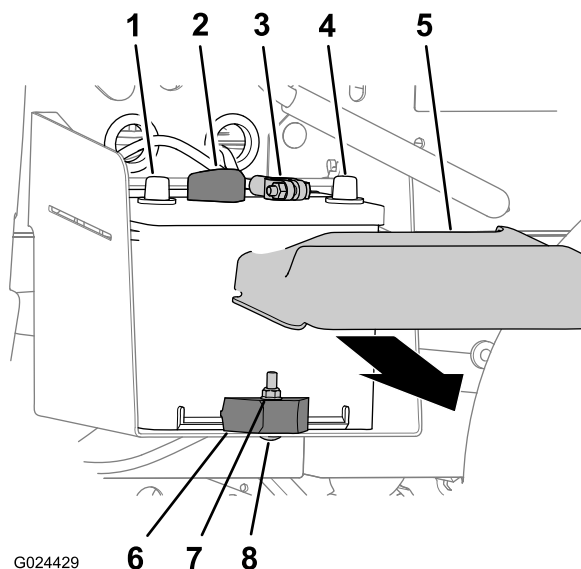

Рисунок 48
1. Сожмите стороны крышки аккумулятора и снимите крышку с его верхней части (Рисунок 48).
- Отсоедините отрицательный (черный) кабель от клеммы аккумуляторной батареи (Рисунок 48).
- Отсоедините положительный (красный) кабель от клеммы аккумуляторной батареи (Рисунок 48).
- Отверните контргайку, снимите каретный болт и зажим крепления аккумуляторной батареи к поддону (Рисунок 48).
- Извлеките аккумулятор из лотка (Рисунок 48).
- Выровняйте аккумулятор относительно его лотка в машине (Рисунок 48).
**Примечание:** Убедитесь, что положительный и отрицательный штыри аккумулятора выровнены, как показано на Рисунок 48.
- Прикрепите аккумулятор к лотку аккумулятора с помощью зажима, вагонного болта и контргайки (Рисунок 48).
- Подсоедините положительный (красный) кабель к клемме аккумуляторной батареи (Рисунок 48).
- Подсоедините отрицательный (черный) кабель к клемме аккумуляторной батареи (Рисунок 48).
- Установите крышку аккумулятора на его верхнюю часть (Рисунок 48).